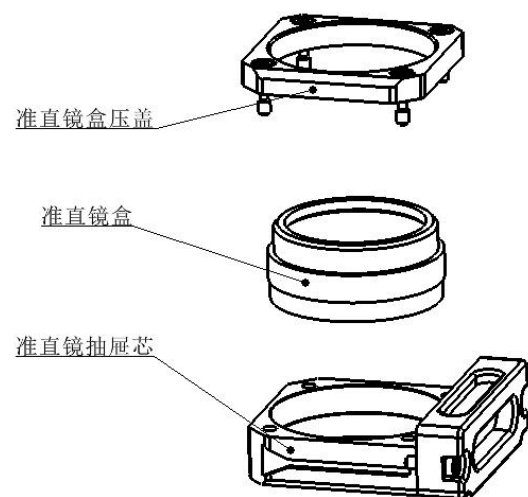

图 5.6 — 准直镜盒安装示意
- 拆下准直镜压盖，拿出准直镜盒(如图 5.6 所示)
- 如图 5.6 按顺序重新组装好准直镜盒，注意压圈适当用力旋紧，并重新装进准直镜抽屉芯组件中；